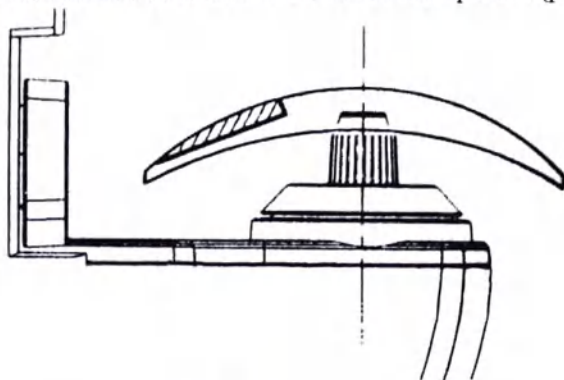

рис.20
- 2) Поместите область DV на место измерения. (рис.20)